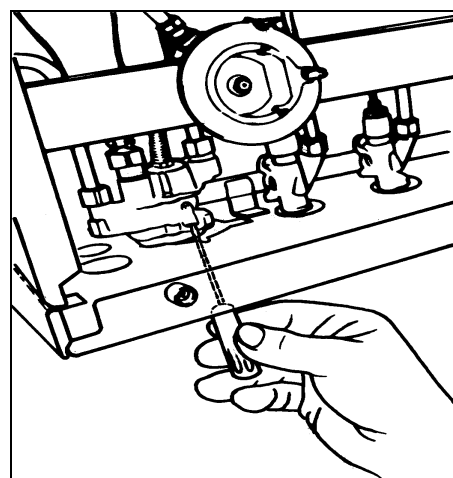

fig. 23
4. Dévissez la vis pointeau (qui se trouve au-dessus de l'axe du robinet fig. 23) d'environ 3 tours.